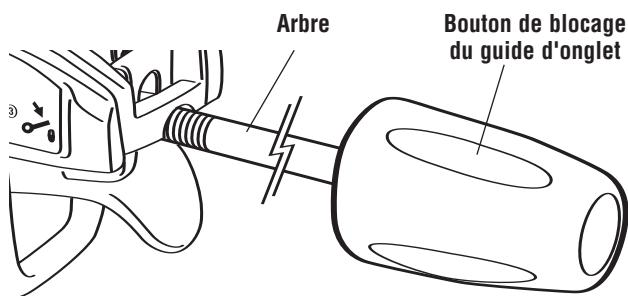

Figure 4: Bouton de blocage du guide d'onglet
Localisez le bouton de blocage d'onglet parmi les pièces détachées et enfilez l'arbre dans l'ensemble de cran d'arrêt d'onglet comme illustré à la Figure 4.
1. Poussez le coude de poussière sur la buse à poussière. Tournez le coude à la position désirée. (Figure 4)